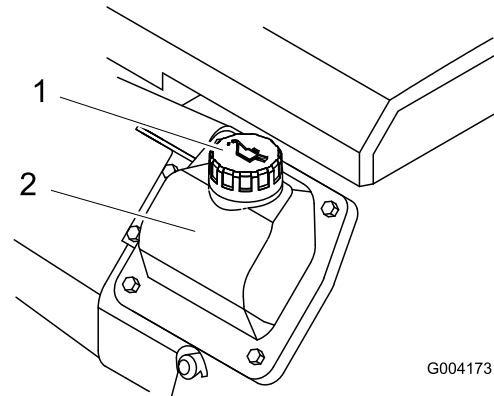

**Figura 15**
4. Limpie alrededor de la varilla de aceite (Figura 15).
5. Retire la varilla y limpie el extremo metálico (Figura 15).
6. Introduzca la varilla a fondo en el tubo de la varilla (Figura 15).